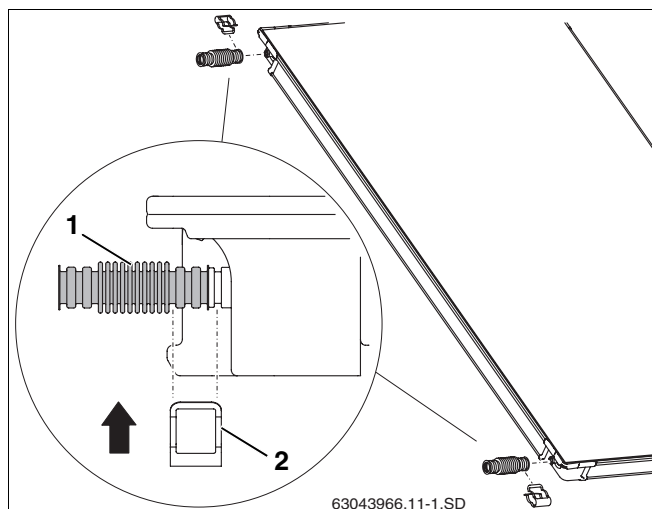

Fig. 24 Montaje de la unión de tubo ondulado al primer colector
- ▶ Monte las uniones de tubo ondulado (fig. 24, **pos. 1**) sobre las conexiones a la izquierda del primer colector.
- ▶ Deslice la abrazadera (fig. 24, **pos. 2**) sobre la unión del tubo ondulado y la conexión del colector para asegurar dicha conexión.